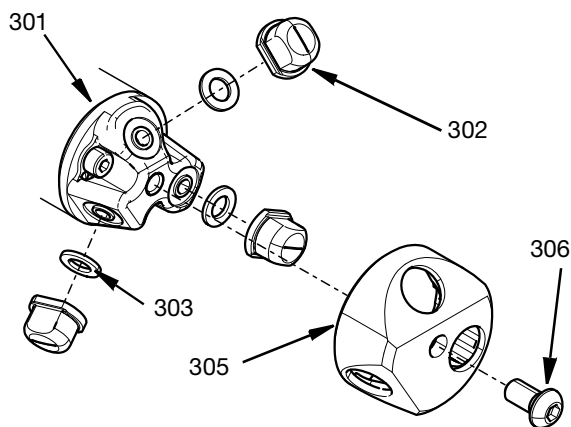

FIG. 4
1. Włożyć trzy uszczelki dyszy (303) do odpowiednich zagłębień w głowicy dyszy (301).
2. Dysze (302) należy włożyć w pokrywę dyszy (305), zwracając uwagę, aby dysza była prawidłowo zamocowana w pokrywie dyszy.
3. Pokrywa dyszy z włożonymi dyszami musi być mocno przymocowana do głowicy dyszy (301) za pomocą śruby z łbem sześciokątnym M6 (306) w środku pokrywy. Dokręcić momentem 29,2 in-lb (3,3 N•m). Patrz FIG. 4.